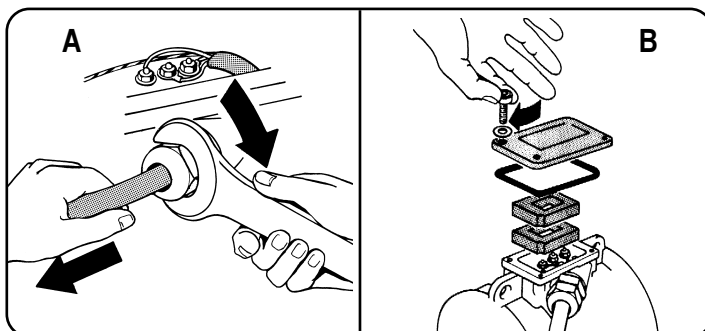

Fig. 23
Eseguire i collegamenti secondo gli schemi riportati e serrare a fondo il pressacavo (A Fig. 23).
Make the connections according to the relative diagrams and fully tighten the cable grip (A Fig. 23).
Effectuer les raccordements suivant les schémas reportés et serrer le raccord à fond (A Fig. 23).
Die Anschlüsse entsprechend der vorstehenden Anschlußpläne vornehmen und dann die Kabelverschraubung fest zuschrauben (A Abb. 23).
Den Kabelpreßblock auflegen und sicherstellen, daß die Leiter sicher blockiert. Dann den Deckel festschrauben und **dachtgeben**, daß dabei die Dichtung nicht beschädigt wird (B Abb. 23).
Interporre il tassello pressafili assicurandosi che pressi totalmente i conduttori e montare il coperchio **facendo attenzione** a non danneggiare la guarnizione (B Fig. 23).
Insert the foam rubber block, checking that it completely presses down the conductors. Mount the cover, **taking care** to prevent damage to the seal (B Fig. 23).
couvercle en **faisant attention** à ne pas endommager le joint (B Fig. 23).
Efectuar las conexiones siguiendo los esquemas expuestos y apretar a fondo el prensacable (A Fig. 23).
Intercalar el pasador prensa-cables controlando que fije correctamente los conductores. Montar la tapa **prestando atención** a no dañar la junta (B Fig. 23).
- Riposizionare i coperchi assicurandosi che le guarnizioni (OR) siano collocate correttamente nelle proprie sedi ed evitare le viti di fissaggio (B Fig. 23).